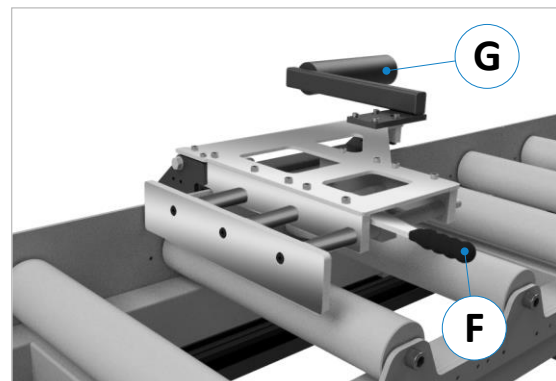

Abbildung 18: Balancegewicht und Hebel für Freistellhub
- Vor Auslösung des maschinenseitigen Bearbeitungsvorgangs (z. B. Schnitt) den 10 mm Freistellhub durch Schwenken des Exzenterhebels (F) herstellen (siehe ⇒ Abbildung 18).
- Mittels Exzenterhebel (F) kann der Anschlag zudem an beliebiger Längenposition hochgeklappt werden. In der oberen Stellung hält sich der Anschlag anhand des Balancegewichts (G) eigenständig in dieser Position.